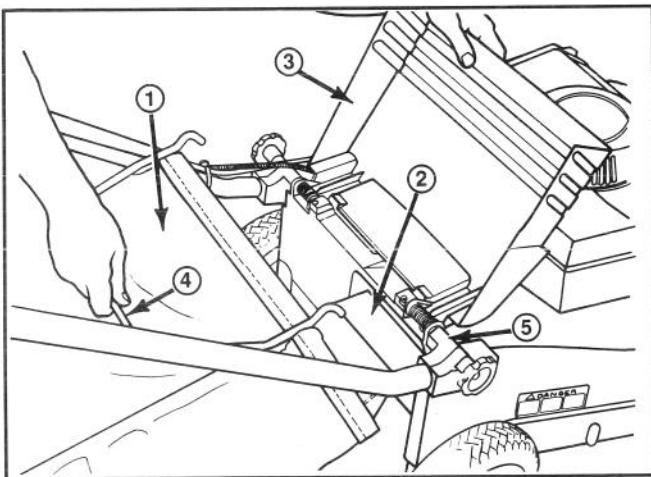

Abbildung 4
1. Die Auswurfklappe anheben, den Ansatz des Sacks in die Auswurfoffnung schieben und den Sackrahmen auf den Haltebolzen am Gehäuse schieben (Abb. 4).